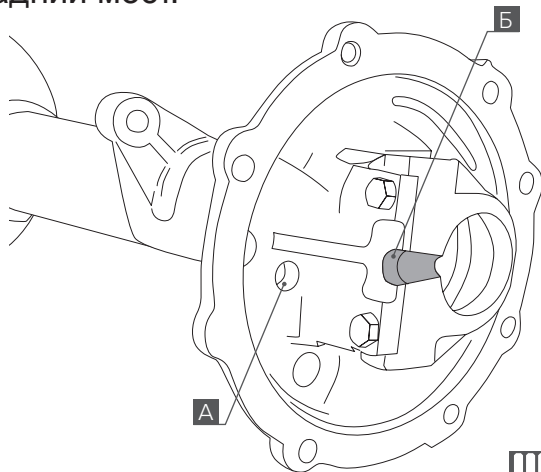

Рис. 3
1. Просверлите сквозное отверстие диаметром 14 мм в картере колесного редуктора, **А** рис. 3.
2. Проточите корпус наружного подшипника ведущей шестерни редуктора под фитинг, **Б** рис. 3.